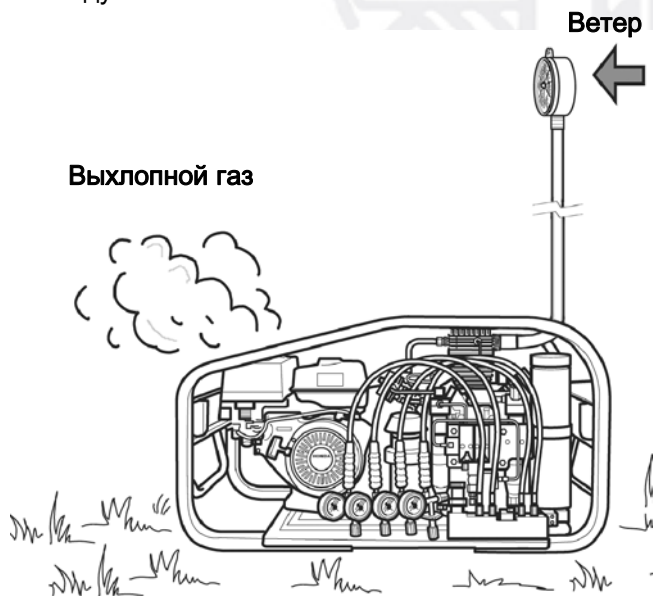

Рис. 6 Установка на открытом воздухе
- При использовании бензинового или дизельного двигателей необходимо следить за тем, чтобы засасывался только чистый воздух. Располагайте установку в зависимости от направления ветра таким образом, чтобы исключить засасывание выхлопных газов. Для этого мы рекомендуем непременно использовать подающий шланг длиной не менее 3 м, оснащенный предварительным фильтром. См. главу 4.4.2. Предварительный фильтр должен быть размещен на высоте 2 м, Рис. 6. Благодаря этому, расстояние между местом выпуска выхлопных газов и местом забора воздуха становится больше и безопаснее.